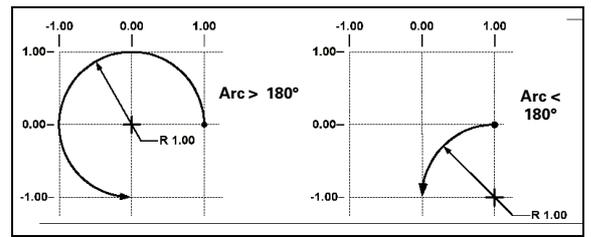

fig. I.51
**ARC > 180° et ARC < 180°:** Un arc de cercle > 180° a un angle de balayage supérieur à 180 degrés. Un arc de cercle < 180° a un angle de balayage inférieur à 180 degrés. Cf. fig. I.51 illustrant graphiquement les deux angles.